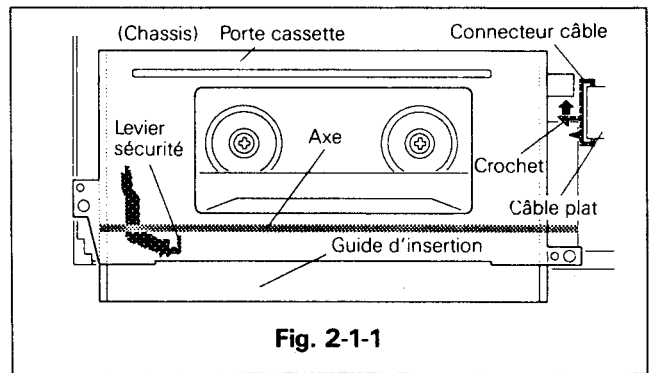

Fig. 2-1-1
#### 2-1-1 DEMONTAGE (Voir Fig. 2-1-1 ~ 2-1-2)
- Défaire le crochet qui maintient le câble puis ôter le câble provenant du porte cassette. (Fig. 2-1-1)
#### 2-1-2 REMONTAGE (Voir Fig. 2-1-1 ~ 2-1-3)